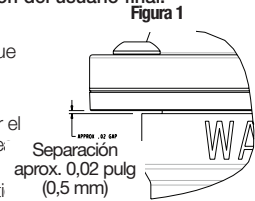

Figura 1
- Instale un conjunto de cartucho de resorte nuevo y apríetelo firmemente con la mano [equivalente a un par de 3 a 6 pies-libra (4 a 8 N.m)]. Debe quedar un espacio de 0,02 pulg (0,5 mm) entre el conjunto del cartucho y el cuerpo de la válvula, como en la Figura 1. Este espacio es deliberado.